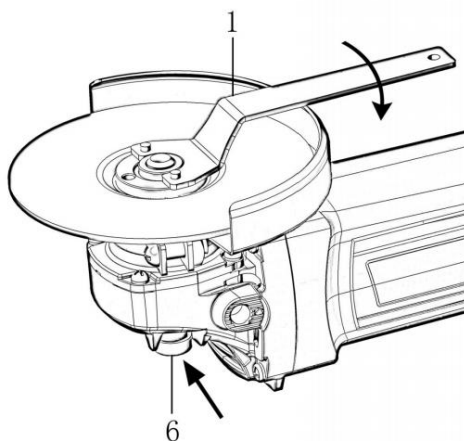

Fig 4
2. Aby dokręcić kołnierz zewnętrzny, naciśnij blokadę wału mocno, aby uniemożliwić wyjęcie wrzeciona, a następnie użyj klucza do nakrętki zabezpieczającej i mocno dokręć zgodnie z ruchem wskazówek zegara. (Rys.4)